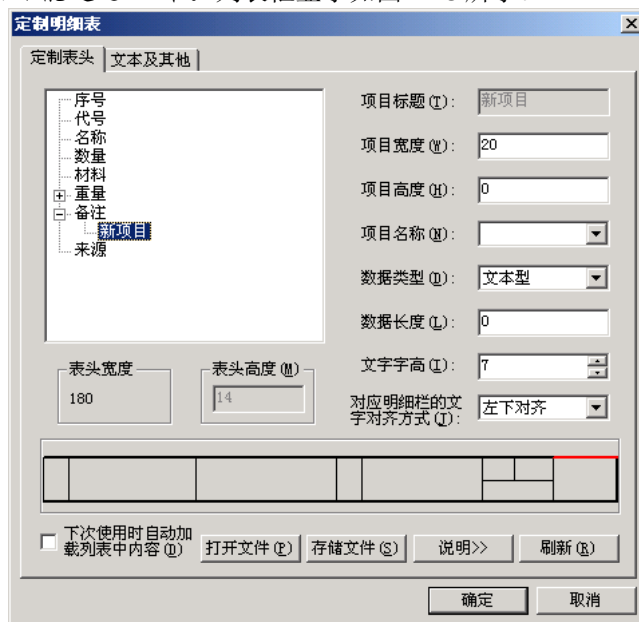

图 7-18 编辑表项对话框
**注意：**表项数目不能超过 10 个。列表框显示如图 7-18 所示。